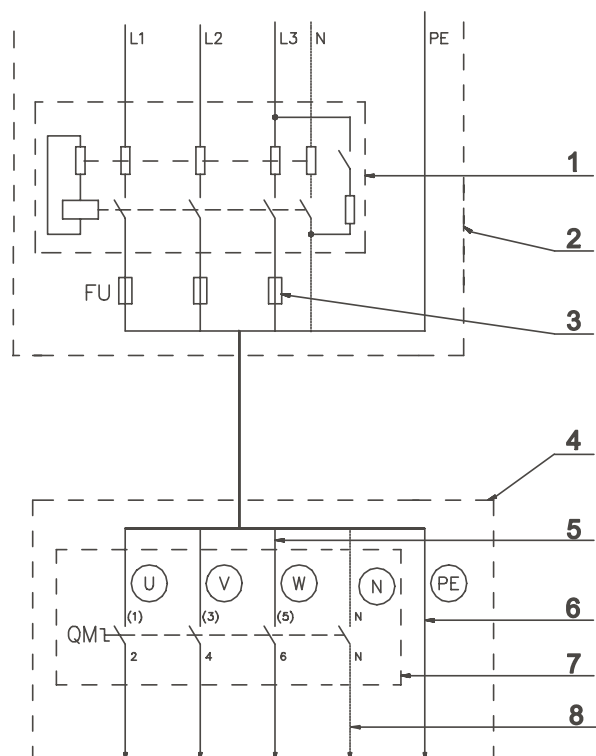

Fig. 4.4.A Raccordement de la machine au réseau électrique (avec disjoncteur de protection à courant de défaut)
Les machines sont conçues pour être branchées au réseau électrique selon les spécifications indiquées dans votre commande. Avant leur connexion au réseau, veuillez vérifier si les données électriques sur l'étiquette de fabrication correspondent à votre réseau électrique (fig.3.3., pos3). Il est nécessaire d'utiliser un circuit indépendant pour chaque machine. La méthode de branchement est décrite sur la figure 4.4.A. Pour des raisons de sécurité, un disjoncteur de protection à courant de défaut (RCD) et un interrupteur automatique (centre de distribution de la laverie) doivent être installés dans l'installation électrique du bâtiment. Pour bien choisir – voir ci-dessous.